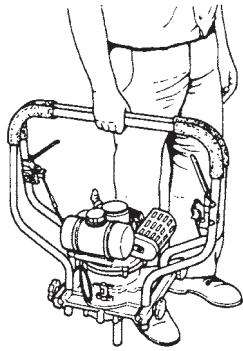

Fig. 13
- 1) Piegando le barre d'impugnatura in alto, esse possono essere usate come impugnature per il trasporto. (Fig. 13).